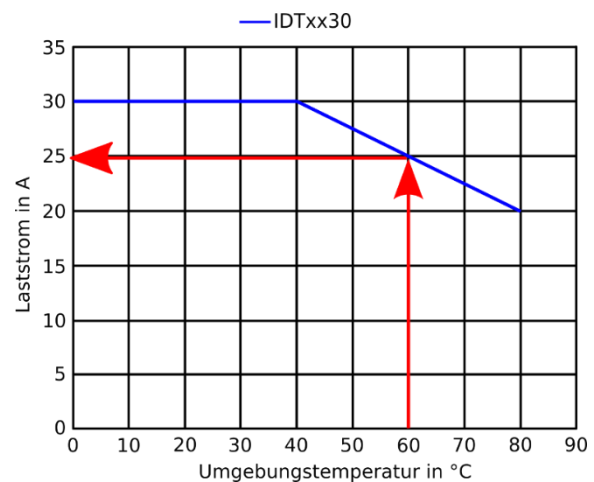

Abbildung 15: Beispiel zur Ermittlung des max. zulässigen Laststroms
- ⇒ Der max. zulässige Laststrom ergibt sich direkt aus Abbildung 15, in diesem Fall 25A.